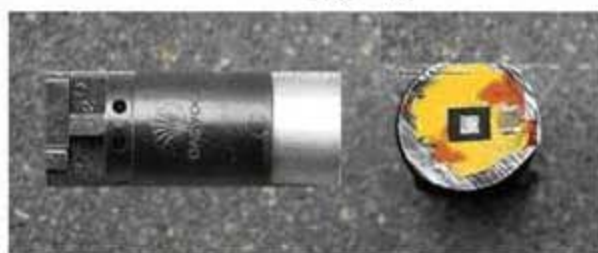
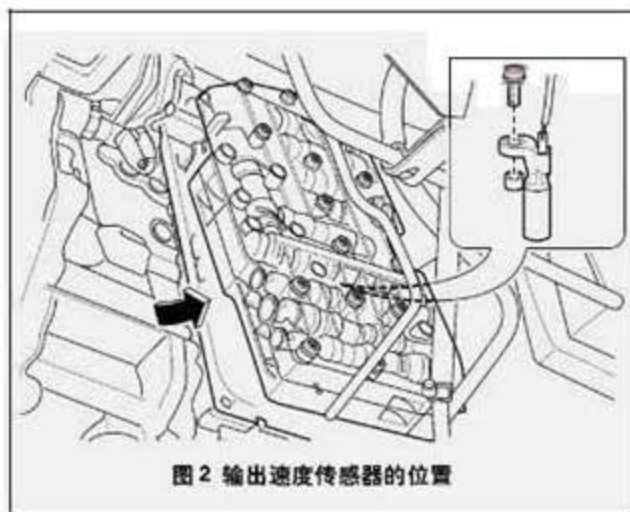

图1 被磨坏的输出速度传感器
图2 输出速度传感器的位置
- 1). 连接诊断仪检查，发现没有故障记忆。然后进行试车，同时用诊断仪测量与变速器相关数据，发现自动变速器输出速度传感器转速和车速信号始终为 0。根据此车当时的检修经过和测量数据，笔者判断是输出速度传感器装配不当，自动变速器已经进入应急状态。就车拆下自动变速器控制阀体，拆下输出速度传感器固定螺栓，用手无法拉出输出速度传感器，说明传感器端部已损坏且卡滞。撬出传感器后发现传感器调隙垫圈漏装，且传感器端部已被变速器内部的输出齿轮磨坏，如图 1 所示。凯越车 4HP-16 自动变速器输出速度传感器在阀体的下面，在传感器与壳体之间有一调隙垫片，厚度约为 2.5mm，位置如图 2 所示。因该车的调隙垫圈已丢失，于是自制一厚度为 2.5mm 且大小合适的垫圈，装复后试车，故障排除。